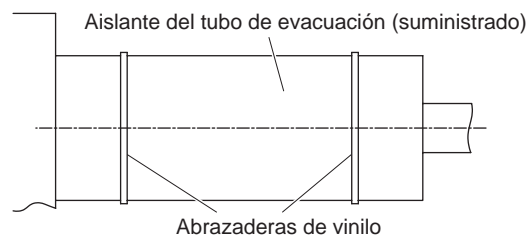

Fig. 3-89b
2. Una vez controlada la evacuación, enrolle la estopa de estanqueidad y el aislante suministrados alrededor del tubo de evacuación y fíjelos con las abrazaderas. (Fig. 3-89b)